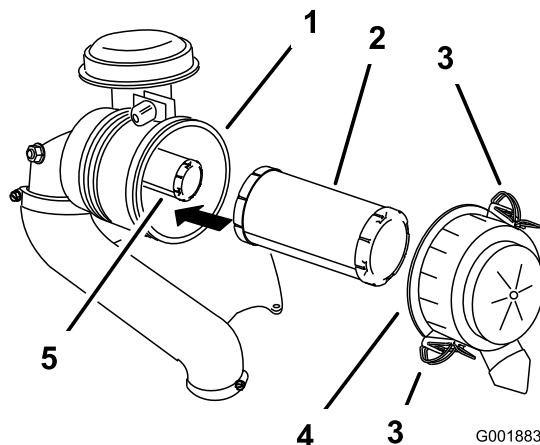

Рисунок 40
3. Освободите защелки воздухоочистителя и отделите крышку от корпуса воздухоочистителя (**Рисунок 40**).
5. Осторожно извлеките фильтр грубой очистки из корпуса воздухоочистителя (**Рисунок 40**).
2. При замене внутреннего фильтра осторожно вставьте его в корпус фильтра (Рисунок 40).
3. Осторожно вставьте фильтр грубой очистки поверх контрольного фильтра (Рисунок 40).
4. Установите крышку воздухоочистителя и закрепите ее защелками (Рисунок 40).